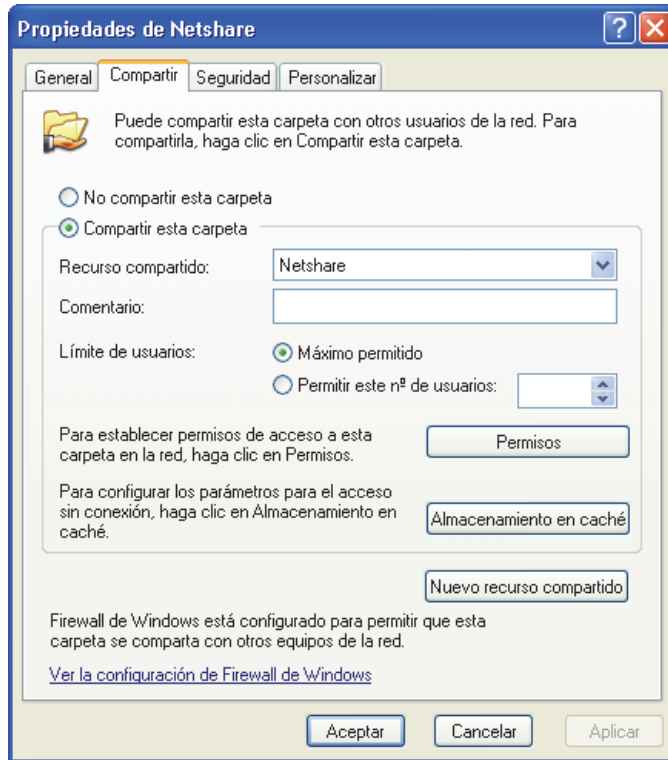
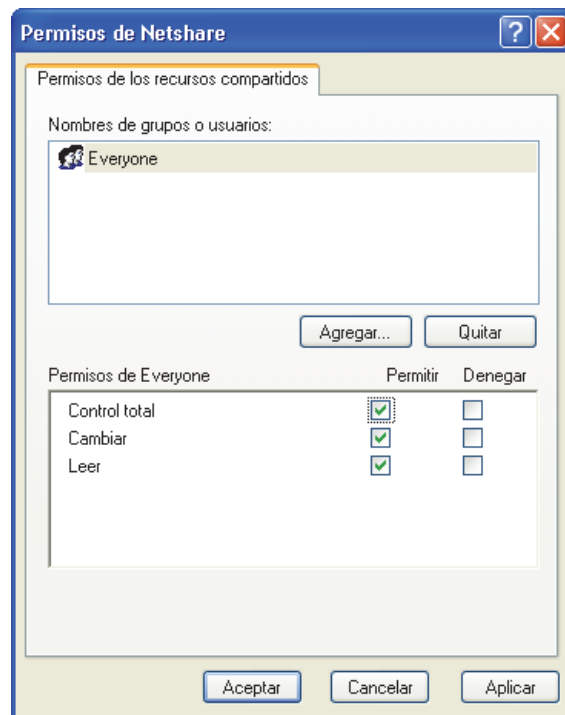

Figura 8-4 Propiedades de Netshare (opción de uso compartido simple de archivos DESACTIVADA)
Figura 8-5 Cuadro de diálogo Permissions for Netshare (Permisos de Netshare)
Si tiene la opción Simple File Sharing (Uso compartido simple de archivos) desactivada, se abre el siguiente cuadro de diálogo Netshare Properties (Propiedades de Netshare) en la ficha Sharing (Compartir) (Figura 8-4).
5. Si ve el cuadro de diálogo Netshare Properties (Propiedades de Netshare) en la Figura 8-4, seleccione el botón Permissions (Permisos). Se abre el cuadro de diálogo Permissions for Netshare (Permisos de Netshare) (Figura 8-5).
Seleccione la casilla de verificación Allow (Permitir) de Full Control (Control total) tal y como se muestra en la Figura 8-5 para que todas las casillas de verificación Allow (Permitir) estén seleccionadas. Haga clic en OK (Aceptar) para guardar los cambios y cerrar el cuadro de diálogo Permissions for Netshare (Permisos de Netshare).